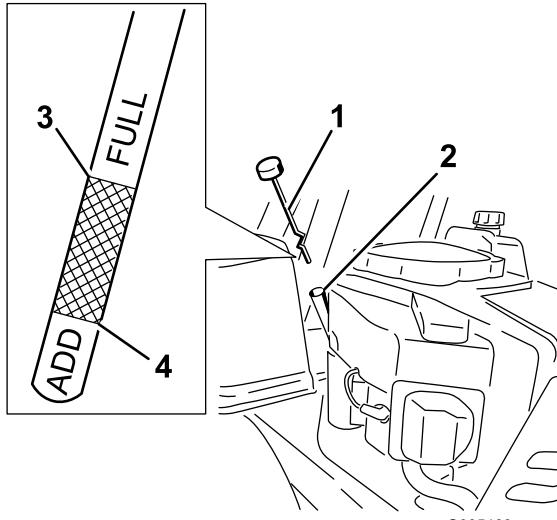

Figura 26
4. Desenrosque y retire la varilla de aceite; límpiala con un paño (Figura 26). Vuelva a introducir la varilla en el tubo y coloque el tapón sobre el tubo. No enrosque el tapón en el tubo.
5. Retire la varilla y compruebe el nivel de aceite. (Figura 26).
8. Retire el tapón de llenado/varilla (Figura 26).
14. Vierta lentamente un 80% aproximadamente de la cantidad especificada de aceite por el tubo de llenado (Figura 26).
15. Coloque el tapón de llenado/varilla (Figura 26).
16. Compruebe el nivel de aceite (Figura 26); consulte Verificación del nivel de aceite.
18. Coloque la varilla y enrosque firmemente el tapón (Figura 26).